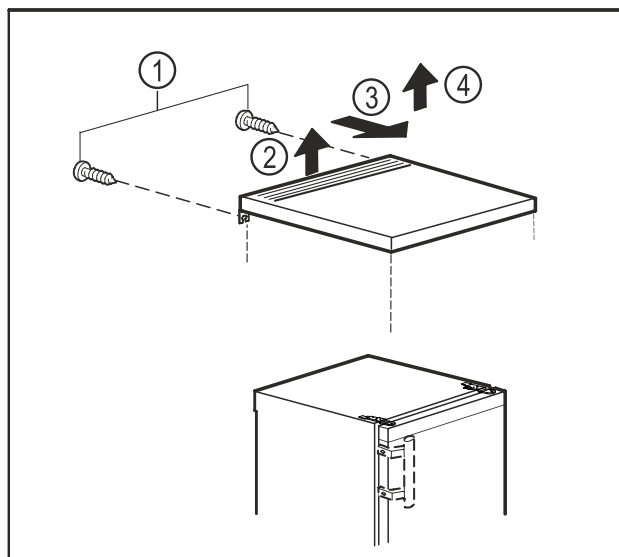

Fig. 9
- ▶ Odstranite vijake na zadnji strani. Fig. 9 (1)
- ▶ Od zadaj dvignite mizno ploščo. Fig. 9 (2)
- ▶ Mizno ploščo potisnite naprej. Fig. 9 (3)
- ▶ Mizno ploščo odstranite navzgor. Fig. 9 (4)